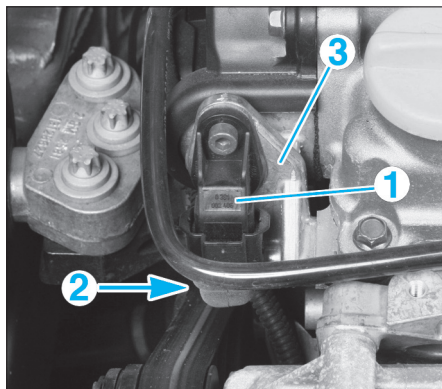

FIG. 12
- Débrancher le capteur de position d'arbre à cames (1) (fig. 12).
- Desserrer la vis (2) du support.
- Déposer le support (3) du capteur de position d'arbre à cames.